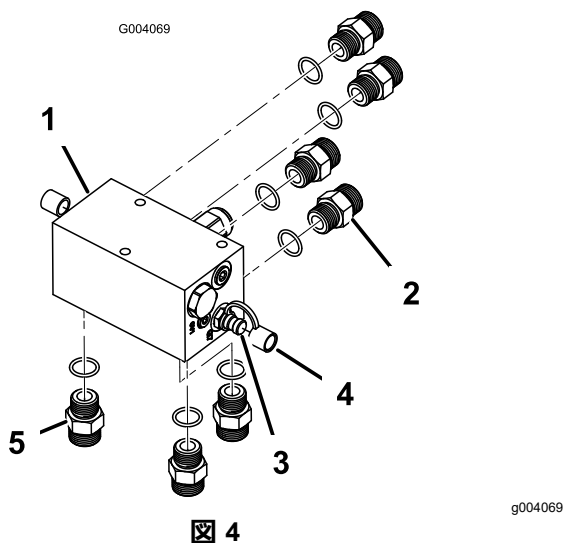

図 4
1. マニホルドの後部に4つのストレート油圧フィッティングを取り付ける 図 4。フィッティングを 8189N・m8.79.6kg・mのトルクで締め付ける。
2. ダストキャップとともに、診断用フィッティングをマニホルドの両側に2つ取り付ける 図 4。フィッティングを2831N・m3.03.3kg・mのトルクで締め付ける。
3. マニホルドの底部に3つのストレート油圧フィッティングを取り付ける 図 4。フィッティングを 8189N・m8.79.6kg・mのトルクで締め付ける。